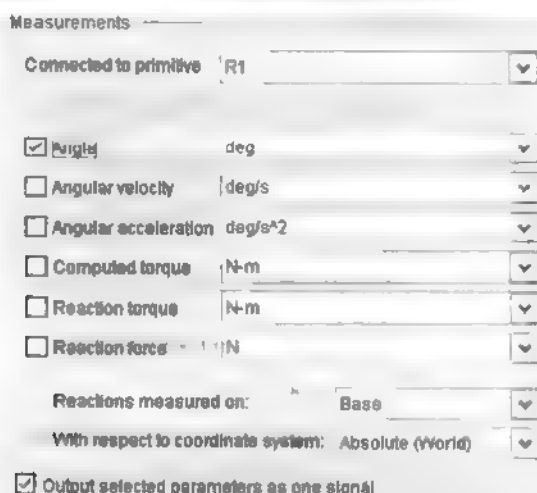
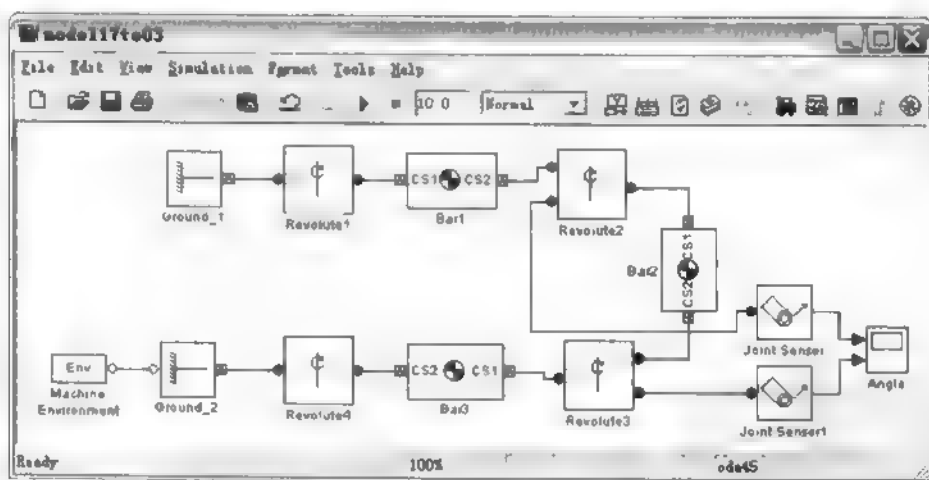

图 17.42 Joint Sensor 模块和 Joint Sensor1 模块参数设置
图 17.43 添加 Joint Sensor 模块后完整模型图
首先设置 Position 控制面板, 如图 17.42、图 17.43 和图 17.44 所示, Components in axes of 中各选项都设置为 WORLD; units 选项为默认值 m (meters)。
① 从 Sensors & Actuators 库中, 拖放两个 Joint Sensor 模块到模型窗口。摆放模块, 让 Joint Sensor 模块靠近 Revolute2 模块, Joint Sensor1 模块靠近 Revolute3 模块;
② 将 Joint Sensor 模块连接到 Revolute 模块之前, 还必须在 Revolute 模块上增加一个端口。打开 Revolute2 参数对话框:
③ 重复第二步, 将 Revolute3 模块和 Joint Sensor1 模块连接起来;
④ 将 Joint Sensor 模块和 Joint Sensor1 模块的输出端口 1 与 Scope 模块连接起来;
(2) 添加 Scope 模块
① 从 Simulink 库中的 Sinks 模块库拖放一个 Scope 模块到模型窗口;
② 双击 Scope 模块, 在弹出窗口中单击  按钮, 在弹出对话框中设置 Number of axes 为 2, 单击 OK 按钮, 关闭参数对话框;
③ 将 Joint Sensor 模块和 Joint Sensor1 模块的输出端口 1 与 Scope 模块连接起来;
④ 打开 Joint Sensor 模块和 Joint Sensor1 模块, 设置如图 17.42 所示。
最后得到完整的模型图如图 17.43 所示。